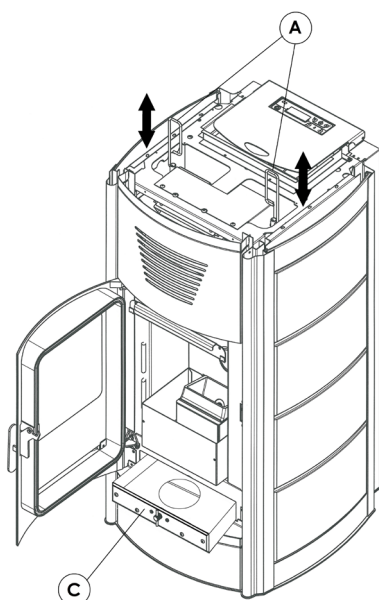
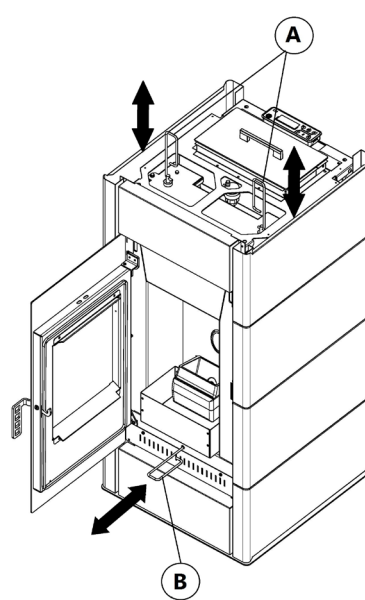

Fig. 39 - Czyszczenie wewnętrznej wiązki rurowej za pomocą skrobaków (Aquos 15-22-22 H2O / Ibis 15-22-22 H2O / Idron 15-22-22 H2O)
Fig. 40 - Czyszczenie dolnej skrzynki na popiół (Ibis 11 / Idron 11)
- Oczyszczyć wiązki rurowe - Używając haka, w wyposażeniu, energicznie potrząsnąć 5-6 razy listwy znajdujące się pod pokrywą (A na Fig. 39 na str. 44 i Fig. 40 na str. 44). Ta czynność usuwa sadzę, która osadziła się na przewodach odprowadzania dymów wymiennika podczas normalnego działania pieca.
- Czyścić komorę odciągu dymów, patrz Fig. 39 na str. 44 dla modeli AQUOS 15-22-22 H2O / IBIS 15-22-22 H2O / IDRON 15-22-22 H2O – Piece wyposażone są w wyjmowaną skrzynkę na popiół C do zbierania ewentualnych akumulacji sadzy i popiołu.
- Czyścić komorę odciągu dymów, patrz Fig. 40 na str. 44 dla modeli IBIS 11 / IDRON 11 - Otworzyć drzwi, odhaczyć hak w wyposażeniu od listwy skrobaka B, energicznie nim potrząsnąć 5-6 razy na całej jego długości. Usunąć hak i ponownie, całkowicie wprowadzić listwę B do miejsca osadzenia. W ten sposób pomaga się wentylatorowi w wydalaniu ewentualnych akumulacji sadzy, która spadła podczas poprzedniego czyszczenia wiązki rurowej (Po potrząśnięciu listwami A, należy zawsze działać na skrobak B).